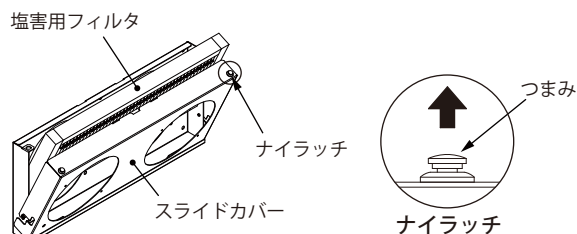

図18
1. スライドカバーのナイラッチつまみを「カチッ」と音がするまで持ち上げ、ロックを解除してください。(図18)
2. スライドカバーを両手で持ち上げ、そのまま手前に傾けて開いてください。(図18)